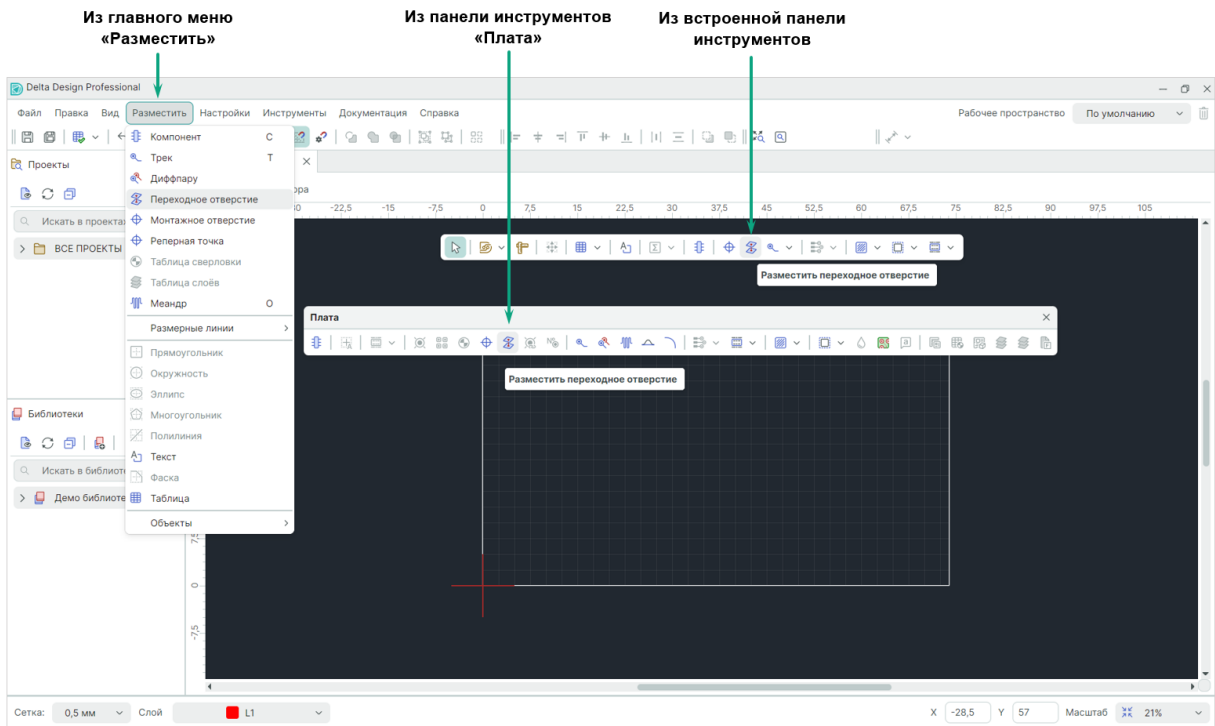

Рис. 175 Вызов инструмента «Разместить переходное отверстие»
1. Вызовите инструмент «Разместить переходное отверстие», который обозначен символом  на панели инструментов «Плата». Также инструмент доступен в разделе «Разместить» главного меню, во встроенной панели редактора и в пункте «Инструменты» в контекстном меню, см. Рис. 175.